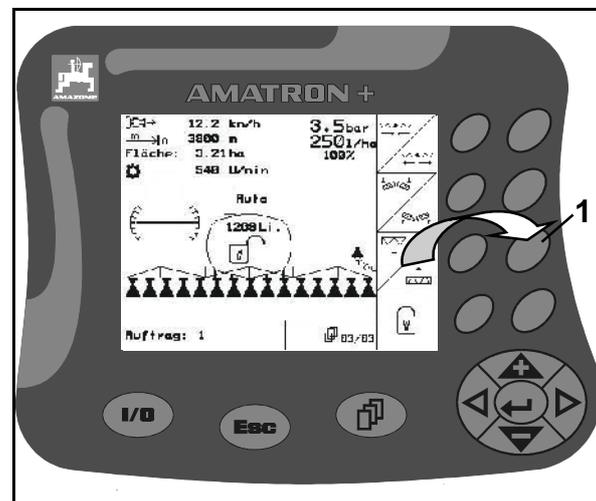

Fig. 100
1. Betätigen Sie die dem Funktionsfeld zugeordnete Funktions-Taste (Fig. 100/1), um das Spritz-Gestänge anzuheben.